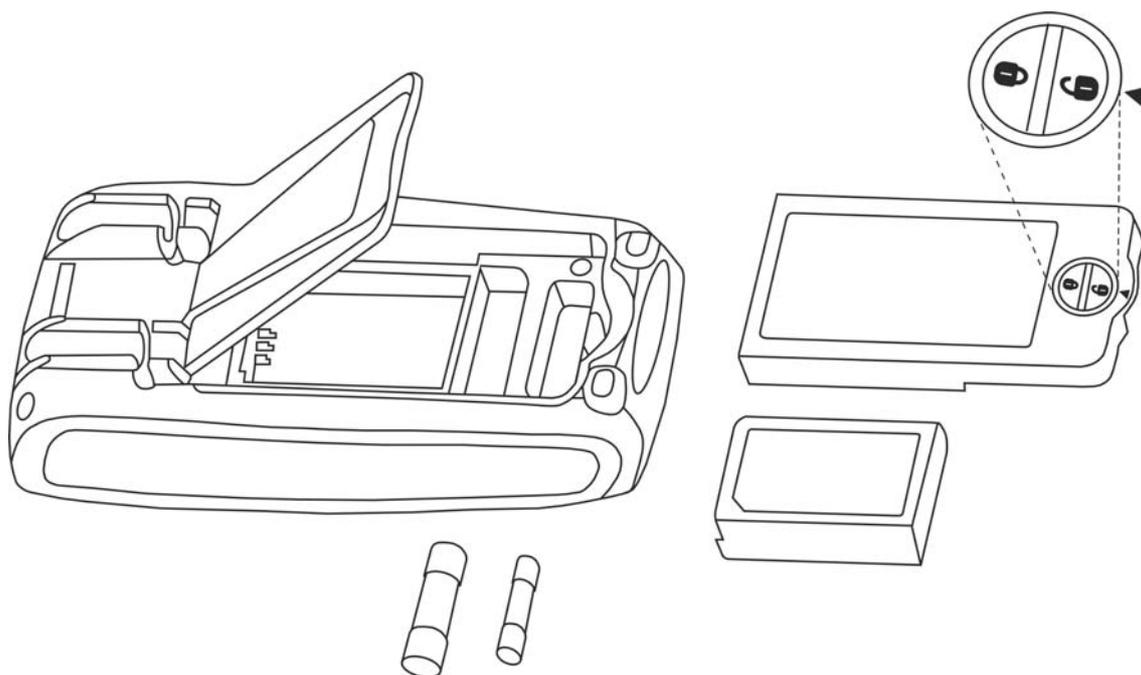

Fig. 32: Sostituzione fusibili interni
2. Ruotare la vite di fissaggio del vano batterie dalla posizione "OFF" alla posizione "ON" e rimuovere lo stesso (vedere Fig. 32)